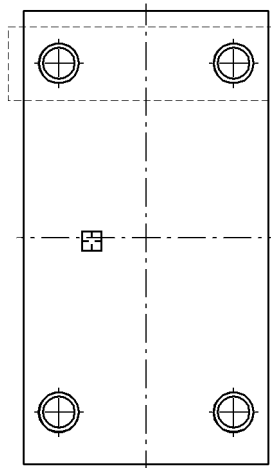

Рис. 51.81.
- 5.5. Завершите работу команды **Симметрия** и выделите рамкой оба верхних отверстия (рис. 51.81).
Будут построены два нижних отверстия (рис. 51.81).